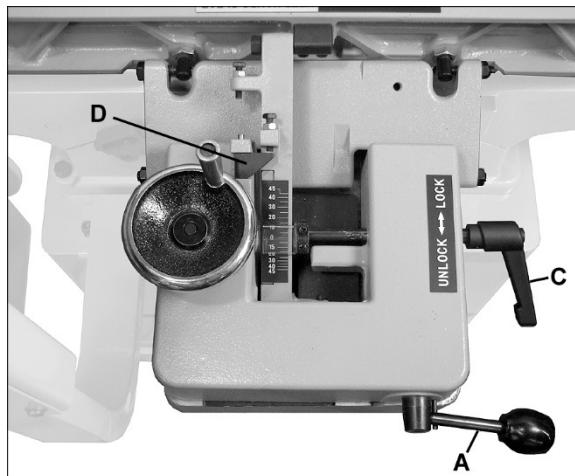
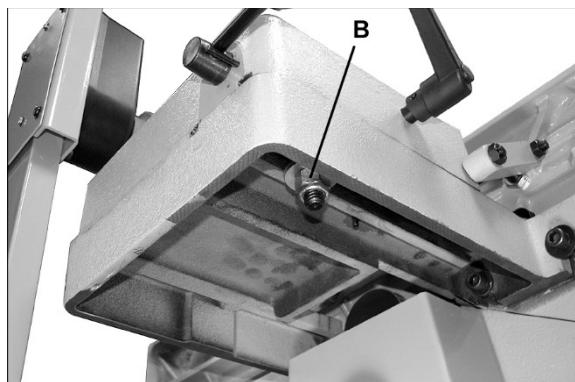

Рис. 27
Рис. 28
См. Рис. 27.
ПРИМЕЧАНИЕ: ручку фиксации (A, Рис. 27) можно установить в более удобное положение. Для этого ослабьте шестигранную гайку под литым основанием упора (B, Рис. 28), установите ручку в нужное положение и снова затяните шестигранную гайку.
1. Ослабьте запорную рукоятку (С, Рис. 27).
2. Выщелкните стопорный блок (D).